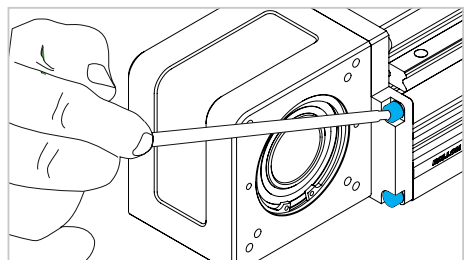

Fig. 7
- 5) Per la rimozione della testata svitare le quattro viti poste sulla flangia (Fig. 7).